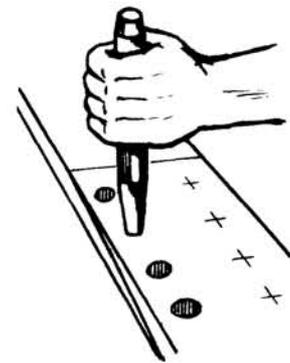

Fig. 6
2o Paso - *Perfore ambos extremos con un sacabocados del diámetro deseado (fig. 6).*
- 3o Paso - *Perfore ambos extremos con un sacabocados del diámetro deseado (fig. 6).*